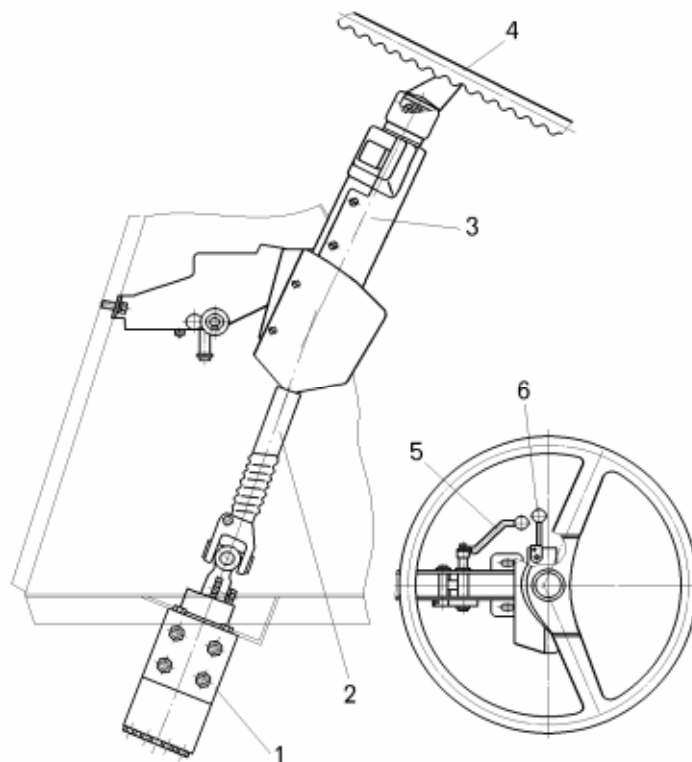

Рисунок 9.1 – Механический привод гидравлического рулевого механизма:
- отвернуть винты и снять пластмассовые кожухи (рисунок 9.1);
- отвернуть винт с торца оси 20 и снять рукоятку 5 (смотри рисунок 9.1);